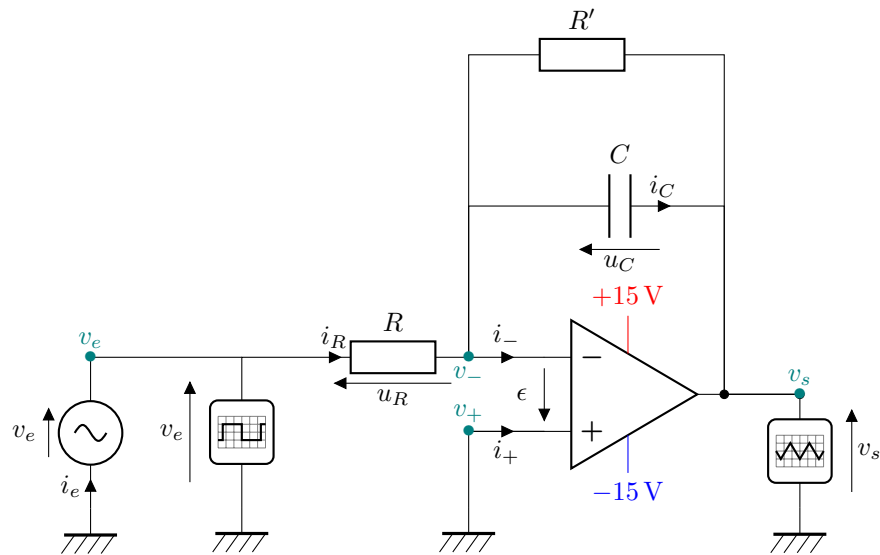

FIGURE 3 – Schéma du montage intégrateur pratique.
3.1. Exprimer la fonction de transfert, $\underline{H} = \frac{v_s}{v_e}$ du montage de la figure 3.